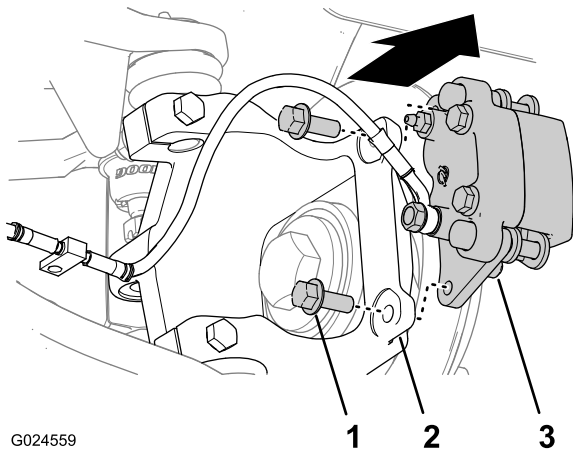

Bild 17
1. Nehmen Sie die zwei Bundbolzen ab, mit denen die Bremsbacke am Spurstangenhebel befestigt ist (Bild 17).
- Schieben Sie die Bremsbacke nach hinten, bis die Bremsbeläge den Bremsrotor nicht mehr berühren (Bild 17).